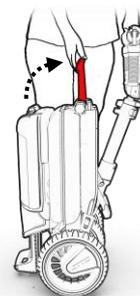

Figure 7
5. Tenez le scooter ATTO à deux mains, une sur la poignée principale et l'autre sur le guidon (voir la figure 7).